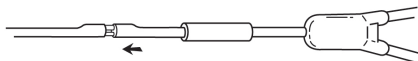

Fig. 5
5. Schuif de kleine en de grote metalen canules in de lumina van de katheter totdat het uiteinde van de vervangende katheter op ongeveer 3 mm afstand van het uiteinde van de katheter ligt (fig. 5).